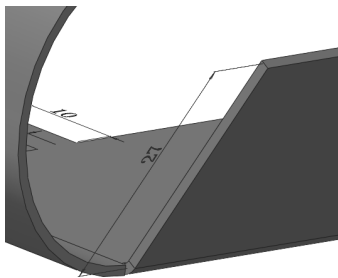

图 10-19 采用“外部虚拟交点”确定法兰长度
2) 设定法兰角度和长度。在“角度”文本框中输入角度值“60”。在“法兰长度”下拉列表框中选择“给定深度”选项，同时输入值“35”。确定法兰长度有两种方式，即通过  (外部虚拟交点) 或  (内部虚拟交点) 来决定长度开始测量的位置，如图 10-19 和图 10-20 所示。